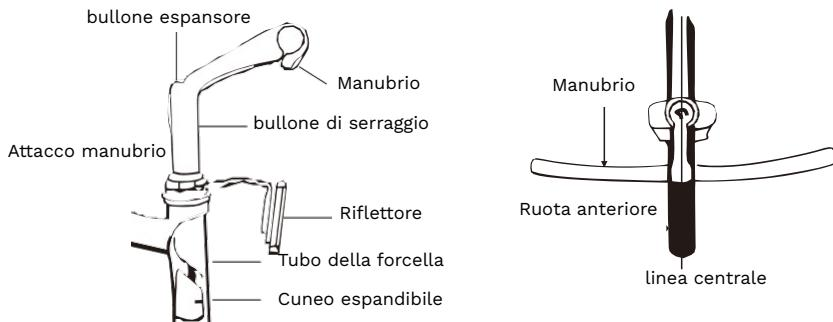

fig. 10 Set manubrio e attacco manubrio
2. Allineare l'attacco manubrio alla ruota anteriore (vedere Fig. 10). Serrare saldamente il bullone di espansione con una chiave regolabile. Nota: alcuni modelli richiedono una chiave a brugola da 6 mm. (Coppia di serraggio: 18 Nm o 14 ft.lbs.)
6. Assicurarsi che manubrio e attacco manubrio siano ben serrati prima di pedalare. Il manubrio non deve ruotare sull'attacco manubrio. Quando si è a cavallo dell'attacco manubrio e si tiene la ruota anteriore tra le ginocchia, il manubrio non deve ruotare quando si applica una pressione orizzontale. Vedere (Fig. 10).